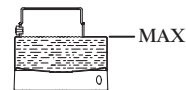

Bild 4
- Öffnen Sie den Espressokocher durch Verdrehen im Uhrzeigersinn, nehmen Sie den Trichtereinsatz heraus und füllen Sie bis ungefähr 2/3 mm unterhalb des Sicherheitsventils Wasser ein. (Bild 4)